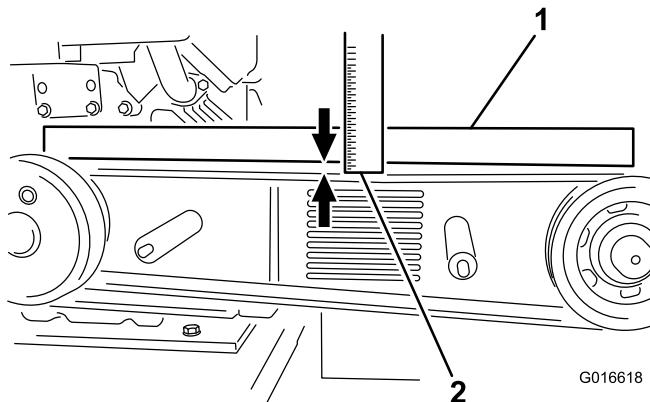

Figure 27
6. Posez une règle en travers des poulies d'embrayage et du volant hacheur, serrez le boulon de tension de la courroie de sorte à obtenir une flèche de 1 cm (0,40") lorsqu'une pression de 6,8 kg (15 lb) est exercée au centre du brin (si vous retenez une courroie en cours d'utilisation) ou lorsqu'une pression de 8 kg (18 lb) est exercée si la courroie est neuve (Figure 27).